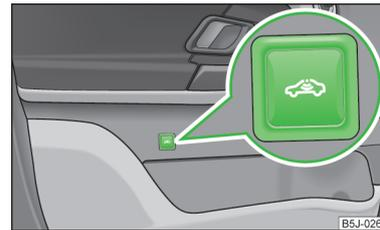

Fig. 35
- Pulsar la tecla de símbolo  » fig. 35 en la puerta del conductor.